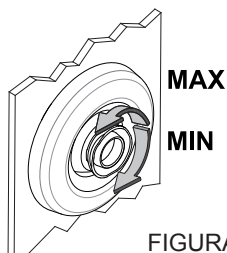

FIGURA 3
- Verificare che le bocchette siano aperte in caso contrario agire sul diffusore ruotandolo in senso antiorario. (Figura 3).